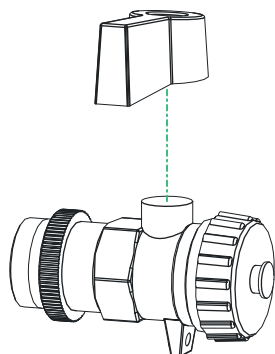

Fig. 21 Sfilare la maniglia del rubinetto di riempimento e svuotamento
- ▶ Sfilare la maniglia del rubinetto di riempimento e svuotamento – Fig. 21.